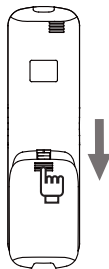

Figura 2.6
1. Deslize e mova a tampa da bateria na parte posterior do controle remoto na direção indicada pela seta (Figura 2.6);